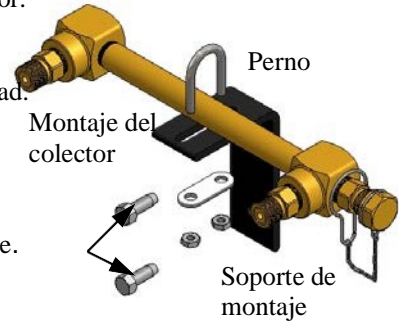

FIGURA 5
5. Realice el montaje del distribuidor colocando el colector sobre el soporte. Coloque el perno en U sobre el tubo del colector y apriete las tuercas de montaje. (Figura 5)
6. Utilizando un nivel, marque la ubicación de los soportes de montaje adicionales manteniendo el colector sobre un plano horizontal. (Figura 5)
8. Marque el orificio de montaje e instale sujetadores adecuados para el tipo de construcción de la pared. (Figura 5)